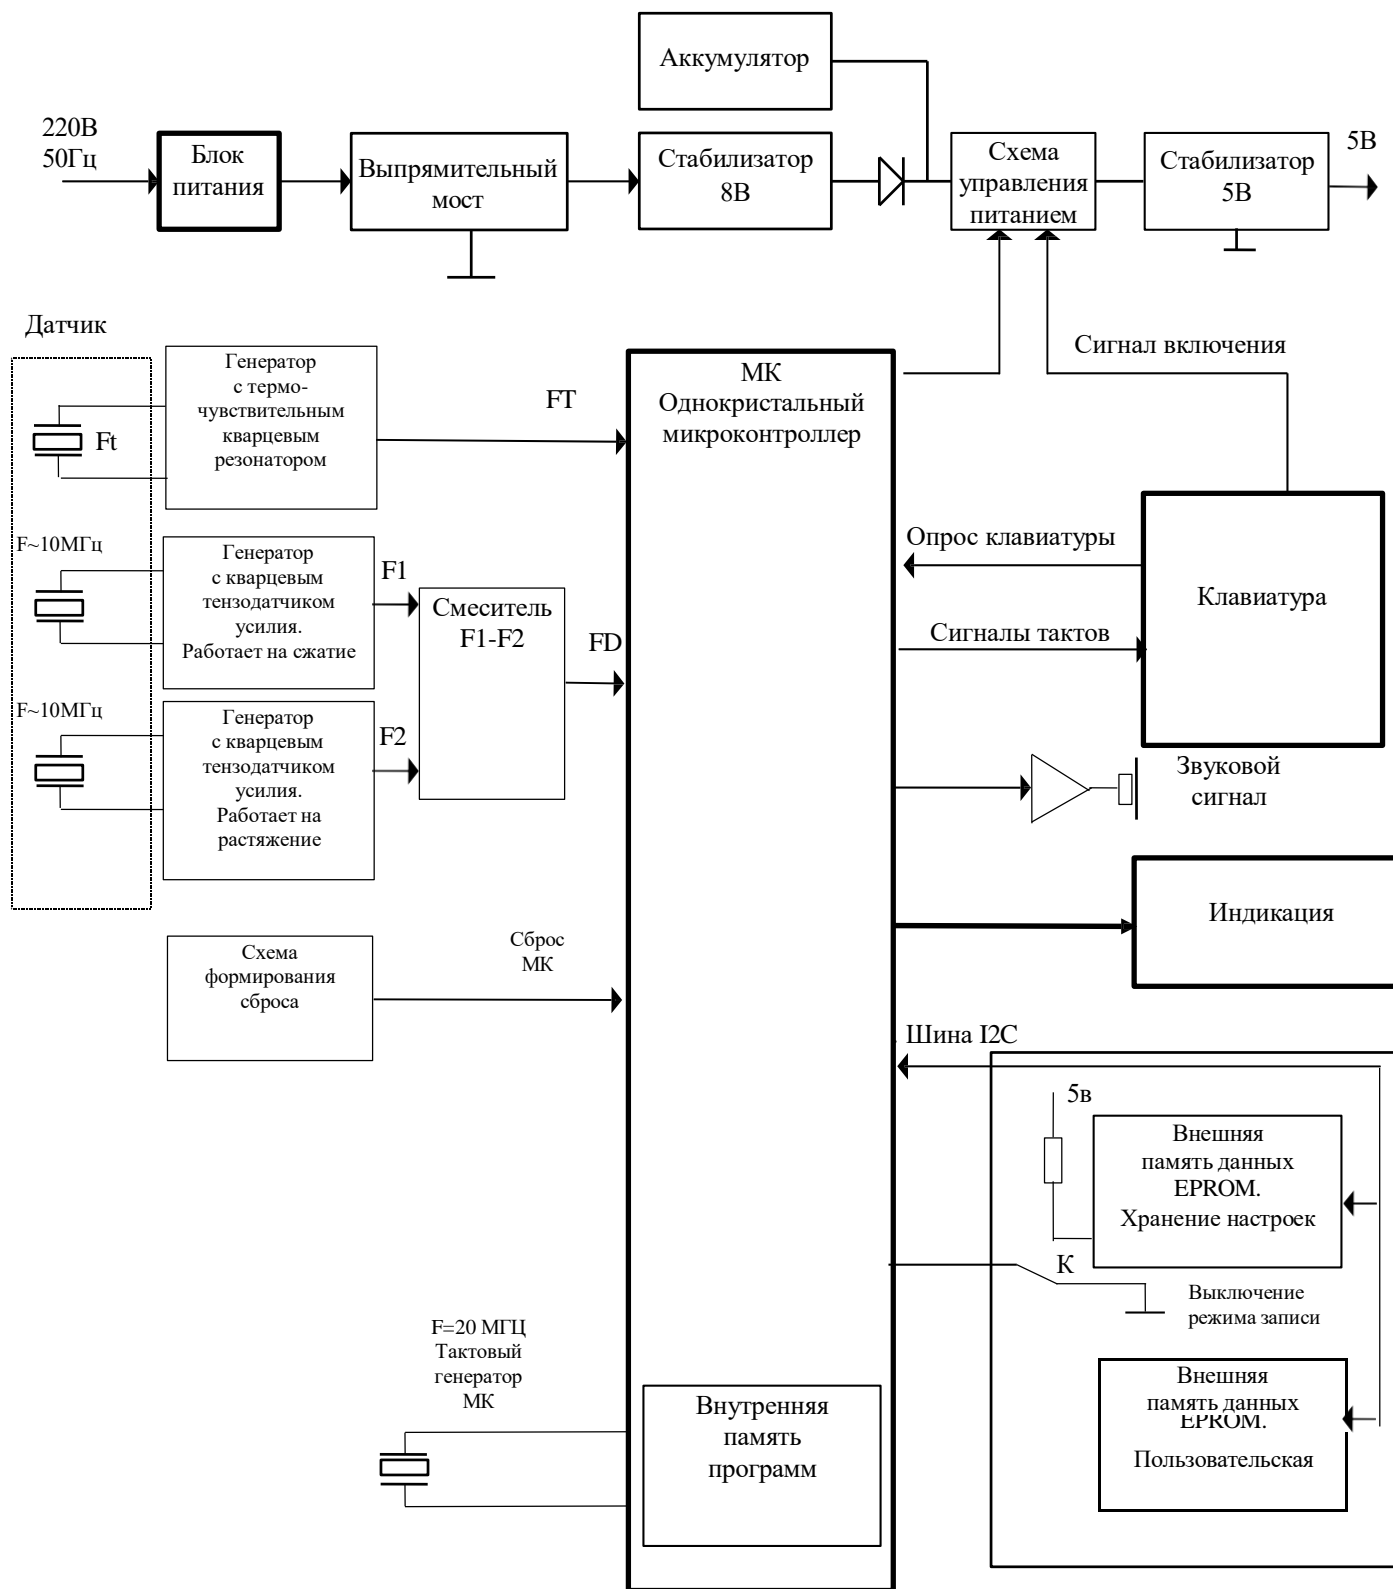

Рис.5.1
5.1 Принцип работы весов иллюстрируется структурной схемой приведенной на Рис.5.1.